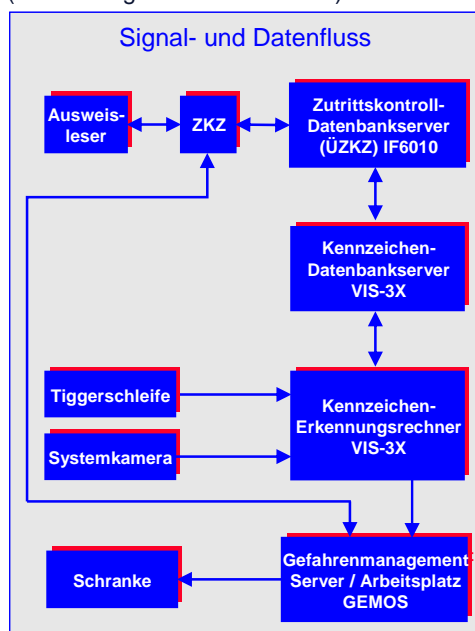

Bild 2 Signal- und Datenfluss
- Festlegung des Daten- und Signalverlaufes zwischen den beteiligten Systemen Zutrittskontrolle, Kennzeichenerkennung, Gefahrenmanagement und Schrankenanlage (Bild 2 – Signal und Datenfluss).